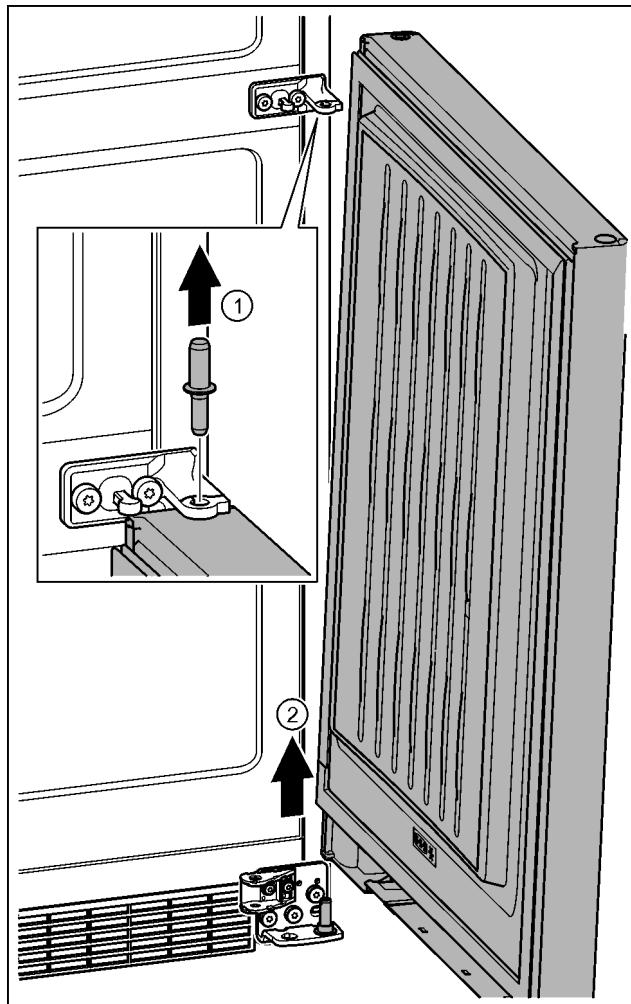

Fig. 27
- Витягніть гвинт догори. Fig. 27 (1)
- Відкрийте дверцята, зніміть рухом вгору та відкладіть убік. Fig. 27 (2)